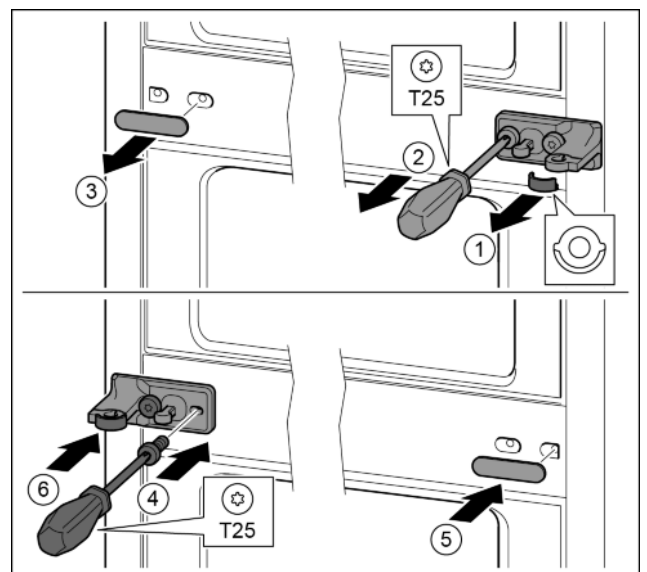

Fig. 27
- ▶ Scheibe abziehen. Fig. 27 (1)
- ▶ Schrauben mit Schraubendreher T25 herausdrehen. *Fig. 27 (2)*
- ▶ Abdeckung vorsichtig abziehen. *Fig. 27 (3)*
- ▶ Lagerbock mit Folie um 180° gedreht auf der anderen Seite fest anschrauben. *Fig. 27 (4)*
- ▶ Abdeckung um 180° gedreht auf der anderen Seite anbringen. *Fig. 27 (5)*
- ▶ Scheibe von vorn aufschieben. *Fig. 27 (6)*